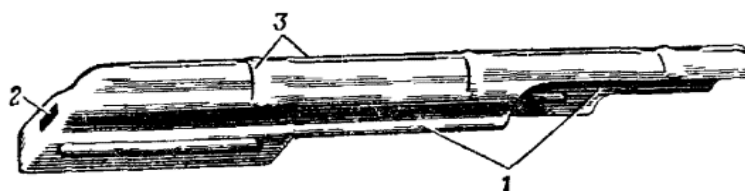

Рис. 32. Крышка ствольной коробки
14. Крышка ствольной коробки (рис. 32) предохраняет от загрязнения части и механизмы, помещенные в ствольной коробке. С правой стороны она имеет ступенчатый вырез для прохода выбрасываемых наружу гильз и для движения рукоятки затворной рамы, сзади — отверстие для выступа направляющего стержня возвратного механизма. Крышка удерживается на ствольной коробке с помощью полукруглого выреза на колодке прицела, поперечного паза ствольной коробки и выступа направляющего стержня возвратного механизма.